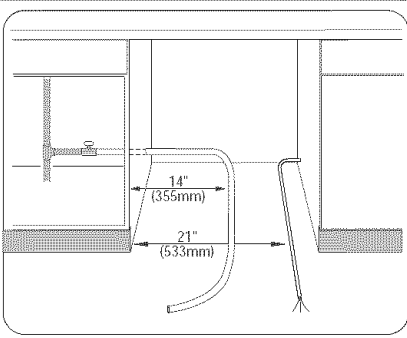

Figure 18/Ilus. 18
- 1) Straighten and position the hot water supply line and the electrical supply cable as shown in Figure 18 so that they will align with their channels under the dishwasher base.
- 1) Placer et positionner les canalisations en eau chaude et électrique comme à la figure 18 pour qu'elles s'alignent avec les rainures sous la base du lave-vaisselle.
- 1) Enderece y acomode el tubo de alimentación de agua caliente y el cable de alimentación eléctrica como muestra la Ilustración 18 de modo que queden en línea con sus propios canales en la base de la lavadora.